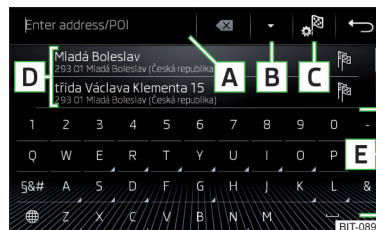
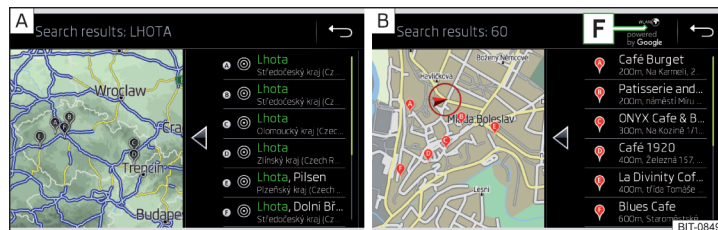

Fig. 157
Fig. 158 **Lista de los destinos solicitados: en los datos de navegación / online**
Superficies de función » fig. 157 y » fig. 158
En el área **D** » fig. 157 se muestra una lista de los destinos solicitados.
- **o:** pulsar la superficie funcional **B** » fig. 157.
-  Los destinos solicitados en los datos de navegación » fig. 158 - **A**.
-  Los destinos solicitados online » fig. 158 - **B**.